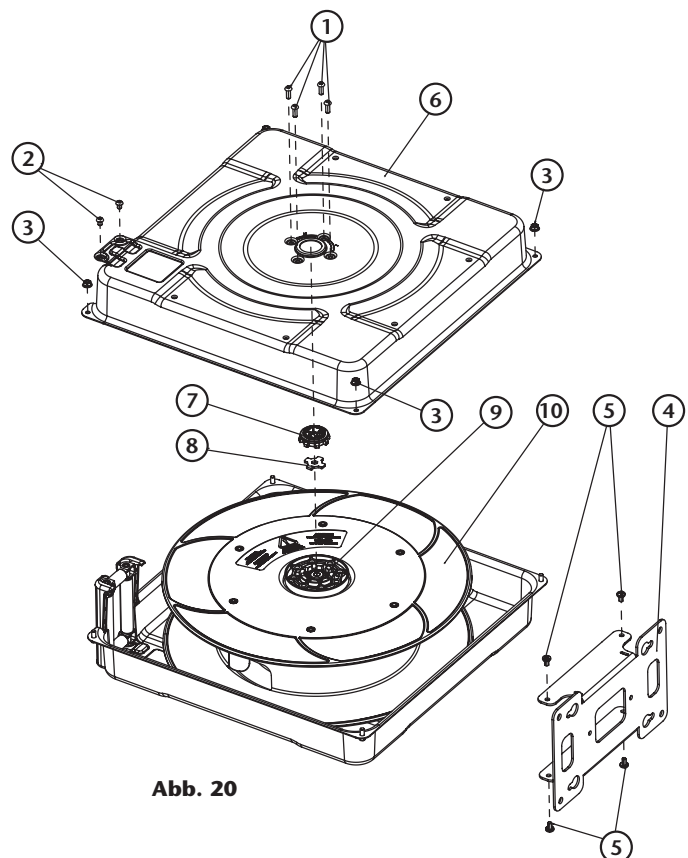

Abb. 20
Bei versehentlicher Krafteinwirkung auf das vorspannende Kunststoffteil (Abb. 8) durch Drehen des Vierkantschlüssels (1) (Abb. 9), ohne vorher die vier Schrauben (5) (Abb. 8), die es an der Verkleidung halten, zu entfernen kann das vorspannende Kunststoffteil (7) (Abb. 20) beschädigt werden. Dies kann beim Einbau/Austausch des Schlauchs sowie beim Einstellen der Vorspannung auftreten.
8. Jetzt muss die Verkleidungsseite entfernt werden, dazu die Schrauben (1) entfernen (Abb. 20).
9. Entfernen Sie die beiden Schrauben (2) (Abb. 20) von der Seite des Schlauchausgangs.
10. Demontieren Sie die Basis (4) (Abb. 20), indem Sie die Schrauben (5) lösen (Abb. 20).
11. Entfernen Sie die Schrauben (3) (Abb. 20), die beide Verkleidungen verbinden. Jetzt können Sie die Verkleidungsseite (6) (Abb. 20) entfernen, um Zugang zum Gurtstrafferteil (7 & 8) zu erhalten (Abb. 20).
12. Ersetzen Sie das Vorspannteil (7) (Abb. 20) und seine innere Platte (8) (Abb. 20) durch die neuen. Achten Sie darauf, die in das Kunststoffteil eingebettete Metallplatte zu montieren, bevor Sie die Baugruppe auf der Federbefestigung (9) in Position bringen (Abb. 20).
13. Bauen Sie die Komponenten in umgekehrter Reihenfolge wieder zusammen, indem Sie die Verkleidung (6) (Abb. 20) platzieren und mit den Schrauben (3) (Abb. 20) befestigen.
14. Bauen Sie die Basis (4 & 5) (Abb. 20) und die Schrauben (2) (Abb. 20) des Schlauchauslasses wieder zusammen.